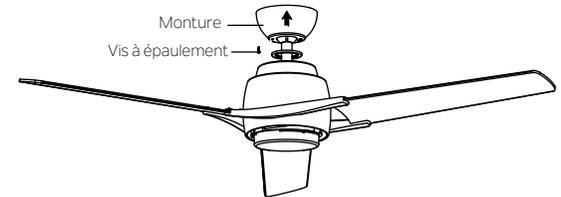

Fig. 16
Étape 2. Assembler la monture en faisant tourner le logement de clavette dans la monture sur la vis à épaulement dans le support de montage. Réinstaller la vis à épaulement retirée précédemment, puis resserrer fermement les deux vis à épaulement. (Fig.16)